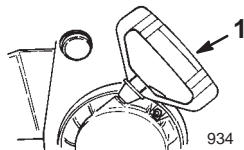

Figure 19
- **Lanceur** (Fig. 19)—Le lanceur se trouve à l’arrière du moteur. Tirez sur le lanceur pour mettre le moteur en marche.
- A. Prenez la poignée du lanceur (Fig. 19) et tirez-la lentement jusqu'à ce que vous sentiez une résistance, puis tirez vigoureusement pour lancer le moteur.